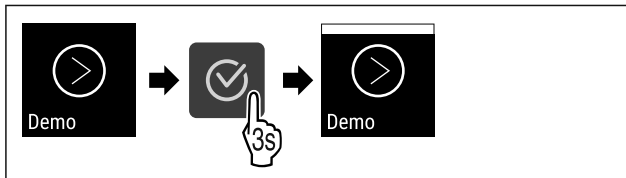

Fig. 93
- ▶ Handlungsschritte (siehe Fig. 93) durchführen.